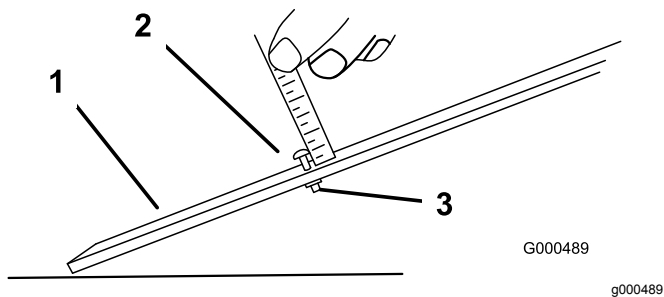

图50
3. 松开调刀尺上的螺母图50并将调节螺丝设定为所需的剪草高度。螺丝头底部与调刀尺表面之间的距离就是剪草高度。